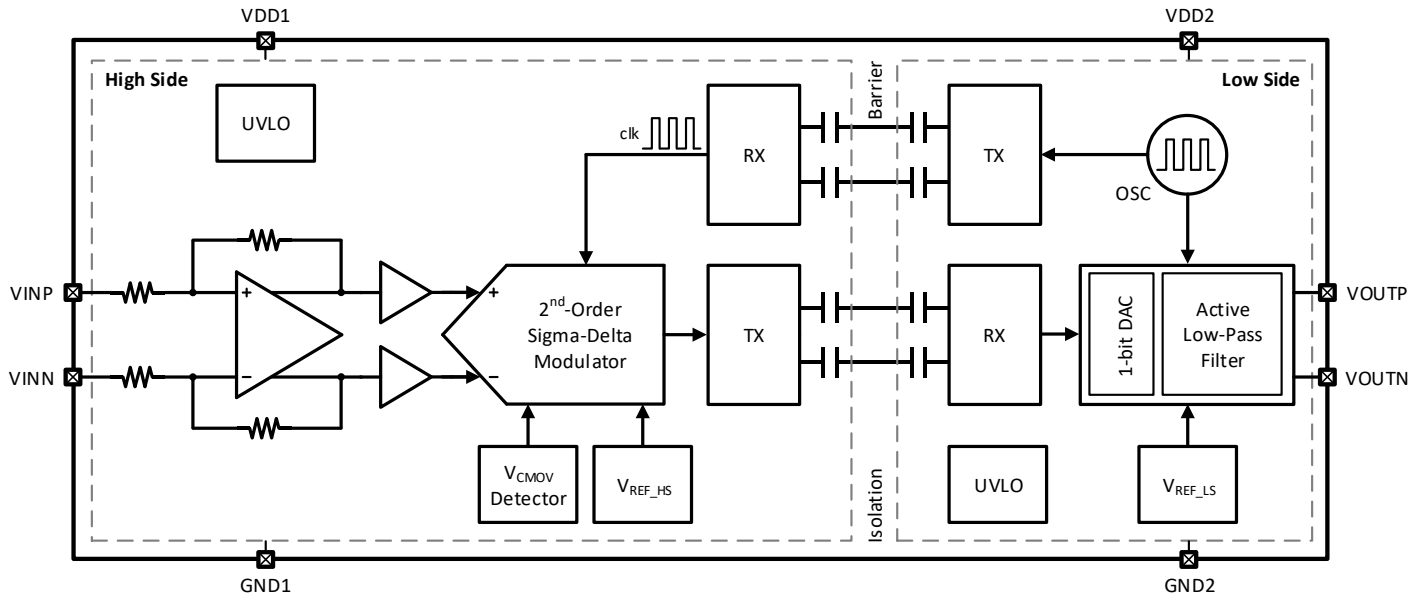

图 9-1 CA-IS1300x 功能框图
CA-IS1300x 器件是为基于分流电阻的电流检测而优化的高精度隔离式运放。功能框图如图 9-1 所示。在高边，全差分运放先对分流电阻上的压降预放大然后驱动二阶 Sigma-Delta ($\Sigma\Delta$) 调制器。该调制器将模拟信号转换成数字位流。为了在基于二氧化硅的隔离层的信号传输，数字位流通过使用简单的开关键控 (OOK) 调制方案和高频载波进一步调制。接收机 (RX) 在低边将接收到的调制信号恢复成原始的数字位流。经过 1 位数模转换器 (DAC) 处理后，数字位流被送到有源低通滤波器继而产生模拟输出。为了整个芯片的同步，时钟在低边产生并发送回高边，确保所有的时钟同源。